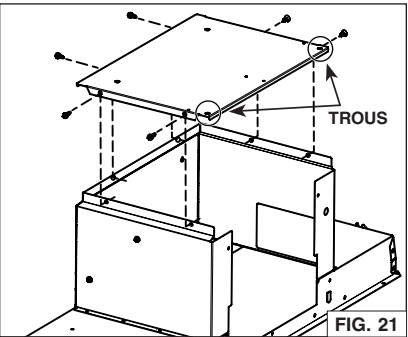

FIG. 21
9. Installer la plaque arrière sur le dessus de l'appareil, où se trouvait la plaque de support du ventilateur. La placer de façon à ce que les trous situés près des coins se trouvent à l'arrière de l'appareil. L'assembler au dessus de l'appareil à l'aide des 6 vis retirées précédemment à l'étape 7 (FIG. 21).